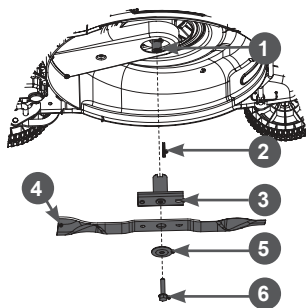

Рис. 25. Обслуживание ножа
2. С помощью соответствующего инструмента открутите болт 6 крепления ножа и снимите нож (Рис. 25).